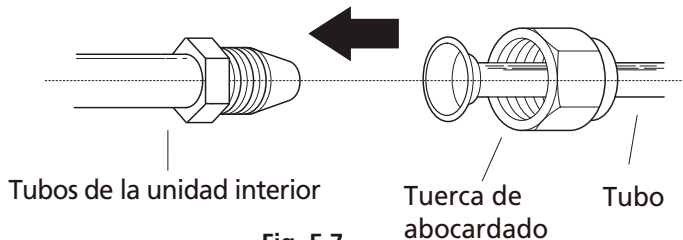

Fig. 5.7
- Alinee el centro de los dos tubos que va a conectar. Ver **Fig. 5.7**.